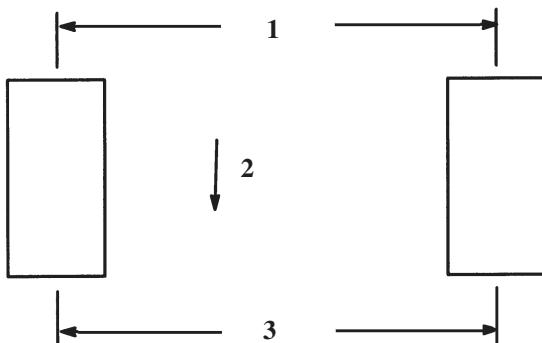

Figure 27
2. Mesurez la distance entre les roues avant à hauteur d'essieu (à l'avant et à l'arrière des roues) (Fig. 27). La valeur doit être la même à l'avant et à l'arrière  $\pm 6$  mm.